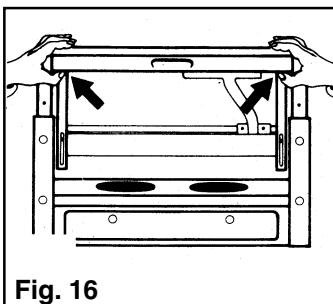

Fig. 16
- Retirez le recouvrement intérieur en enfonçant les deux éléments de déverrouillage (appuyez et tirez). **Fig. 16**.